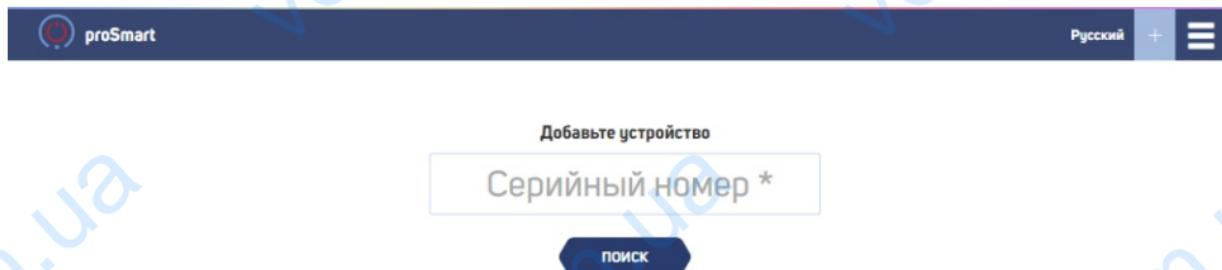

Рис. 9
6.1 Начальный экран – после того, как вводом имени пользователя и пароля успешно вошли на начальный экран пользовательского профиля, Вы можете добавить свое устройство. Введите серийный номер прибора **BBoil RF**, который ранее был подключен к беспроводной сети (**Рис. 9**). Серийный номер в случае каждого устройства индивидуальный и расположен на устройстве на хорошо видном месте. (**Рис. 1**)